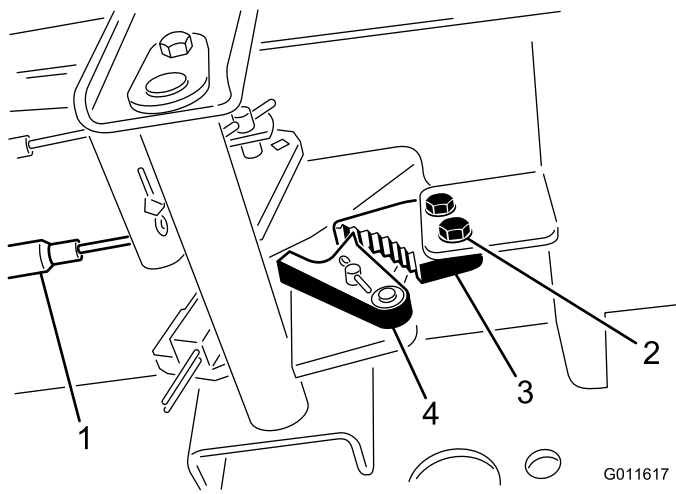

図 76
1. 駐車ブレーキのツメをフレームに固定しているネジ2本をゆるめる（図 76）。
2. ブレーキのツメが戻り止めに完全に掛かるまで駐車ブレーキペダルを前に踏み込む(図 76).